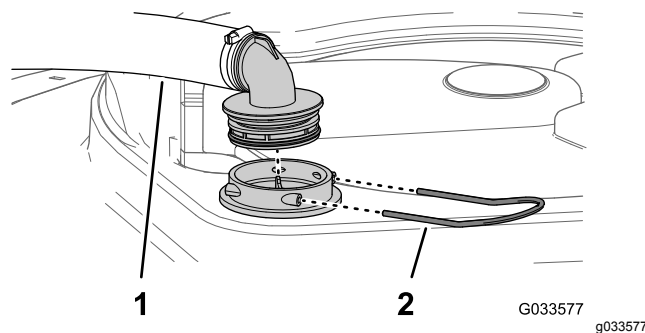

Рисунок 95
2. В верхней части бака опрыскивателя снимите держатель, который крепит шланговый штуцер, подсоединенный к большому шлангу, идущему от корпуса фильтра (Рисунок 95).
3. Отсоедините шланг и шланговый штуцер от корпуса фильтра (Рисунок 95).